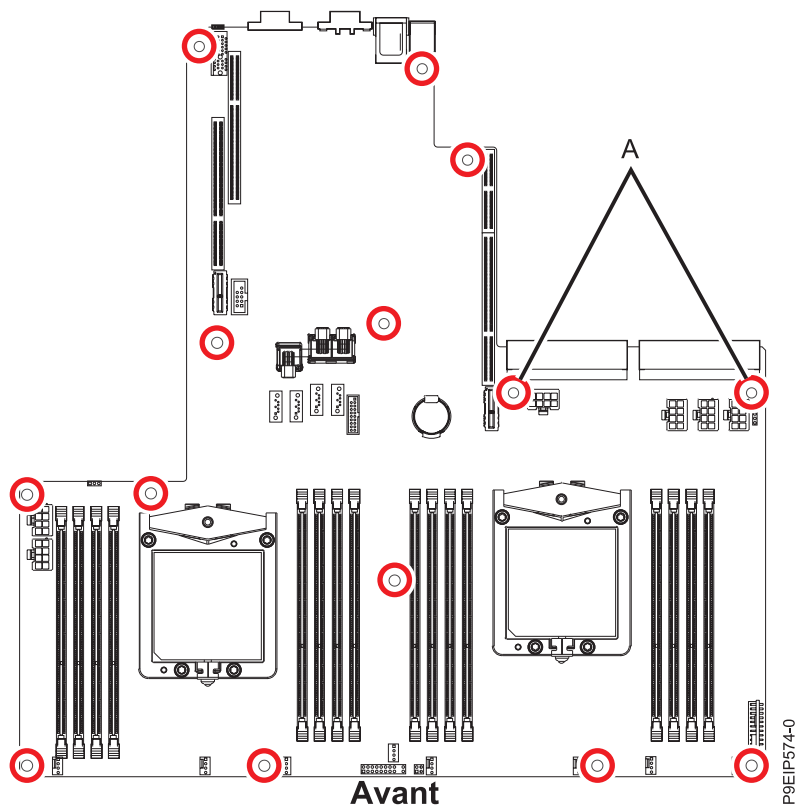

Figure 49. Emplacements des vis. Les deux vis situées à l'emplacement **(A)** sont légèrement plus longues.
17. Alignez et vissez les 14 vis dans le fond de panier système. Les emplacements des vis sont illustrés dans la figure 49, à la page 51.